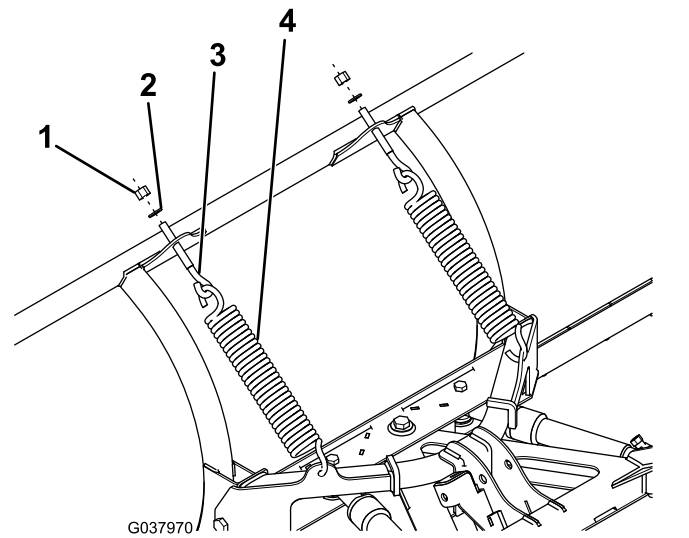

Bild 3
3. Haken Sie die zwei Auslösefedern an den Löchern im Schubrahmen ein (Bild 3).
4. Haken Sie die anderen Enden der Auslösefedern an den beiden Augbolzen ein (Bild 3).
5. Stecken Sie das Gewindeende der Augbolzen durch die Löcher im Schneeschild und befestigen sie mit zwei Scheiben ($\frac{1}{2}$ ") und zwei selbstverriegelnden Muttern (Bild 3).